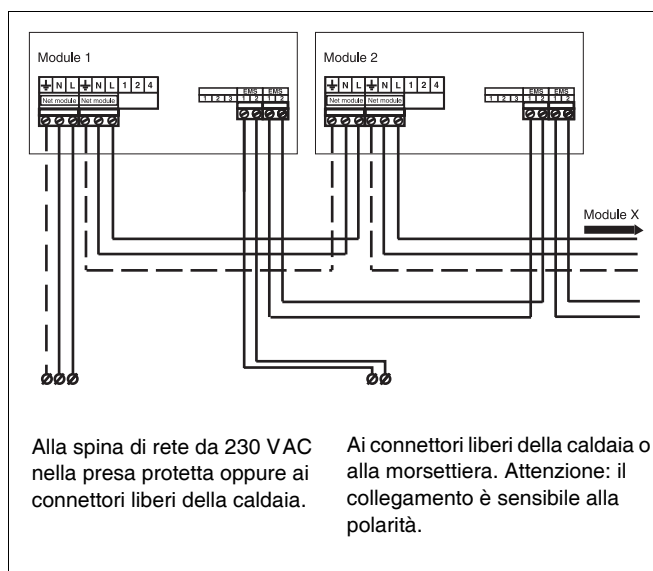
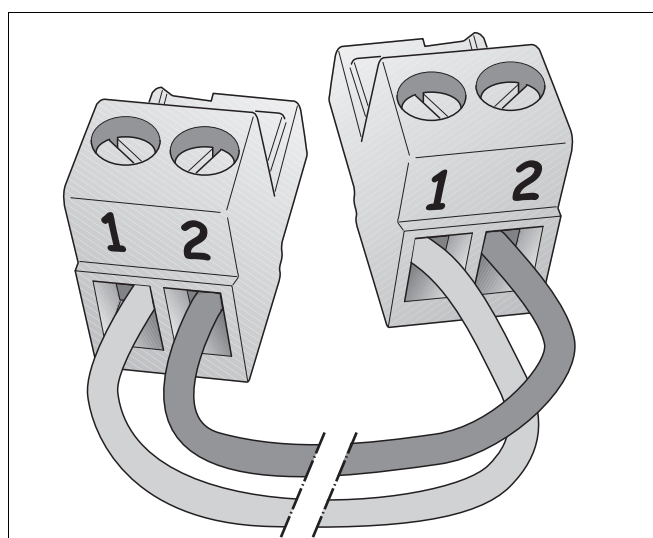
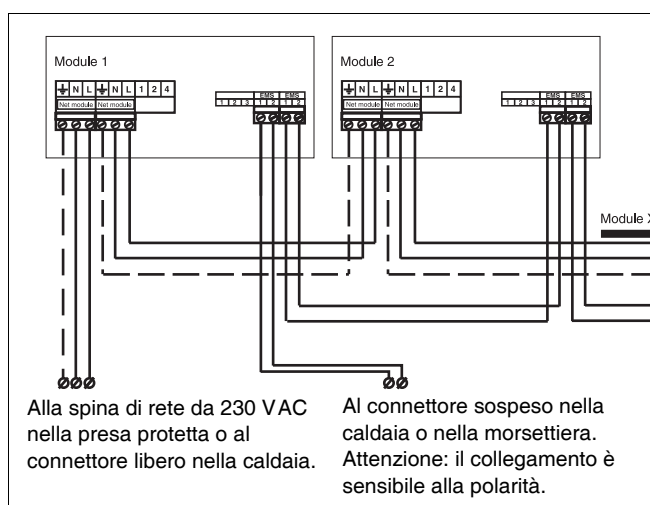

Fig. 44 Collegamento di più moduli
Fig. 45 Polarità Bus EMS
Fig. 47 Collegamento di più moduli
- Collegare il cavo di rete a CA, 230 V del primo modulo al modulo successivo (fig. 44).
- Se si utilizzano più moduli funzione, è possibile derivare l'attacco al BUS-EMS del secondo modulo dal primo. Per farlo, usare il cavo fornito insieme al modulo (fig. 44 e 45).
- Collegare il cavo del morsetto 1 sul morsetto 1 e del morsetto 2 sul morsetto 2 (fig. 44 e fig. 45).
- Approntare un cavo di collegamento bus EMS sufficientemente lungo. A tale scopo, utilizzare un cavo elettrico bipolare da 0,4 – 0,75 mm² e il connettore fornito insieme al modulo (fig. 45).
- Collegare il cavo del morsetto 1 sul morsetto 1 e del morsetto 2 sul morsetto 2 (fig. 45 e fig. 47).
- Collegare l'altra estremità del cavo del bus EMS al primo modulo (fig. 47).
- Collegare il cavo del bus EMS del primo modulo al modulo successivo (fig. 47)
- Collegare il cavo di rete a CA, 230 V al modulo (fig. 47). Qualora si utilizzino più moduli, l'alimentazione da 230 VAC del modulo successivo potrebbe essere derivata con la spina fornita in dotazione al modulo, e con un cavo elettrico tripolare da 0,75 mm² con cavo di protezione.
- Collegare il cavo di alimentazione a CA, 230 V del modulo precedente al modulo successivo (fig. 47).